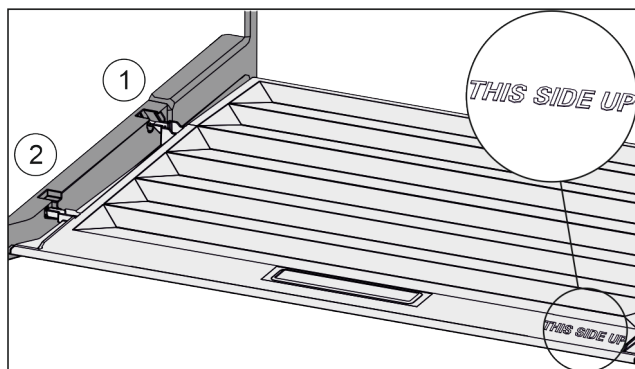

Fig. 25
- ▶ Deckelstege über Öffnung der hinteren Halterung Fig. 25 (1) einführen und vorne in Halterung Fig. 25 (2) einrasten.